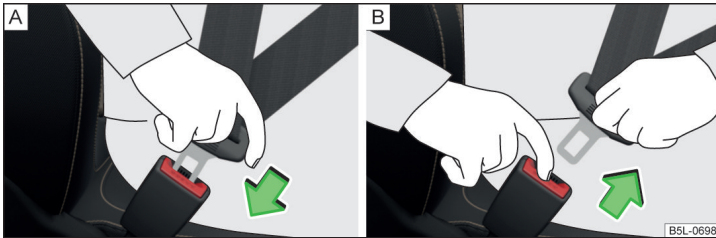

Abb. 5 Sicherheitsgurt anlegen / ablegen
- › Die Schloszlunge in das zum Sitz gehörende Gurtschloss » Abb. 5 - [A] stecken, bis diese hörbar einrastet.
- › Die rote Taste im Gurtschloss » Abb. 5 - [B] drücken, die Schloszlunge springt heraus.